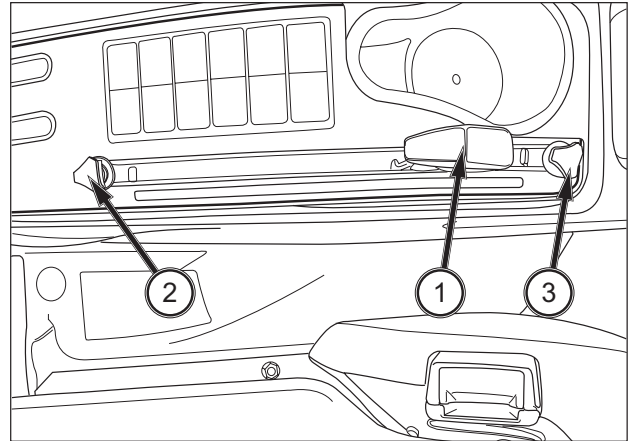

ABB. 59
**ABB. 59:** Der Positionswahlhebel hält die Höhe der Anbauvorrichtung in Relation zum Traktor konstant. Durch Zurückziehen des Positionswahlhebels (1) werden die Anbauvorrichtung und das Anbaugerät angehoben. Durch Vorwärtsschieben des Hebels wird die Anbauvorrichtung abgesenkt. Jede Stellung des Hebels bewirkt eine bestimmte Position von Anbauvorrichtung und -gerät. Der vordere Anschlag des Hebels (2) kann so eingestellt werden, dass der Positionswahlhebel in der Arbeitsposition für das Anbaugerät stoppt. Auf diese Weise kann das Anbaugerät nach dem Anheben des Hubwerks für Kurvenfahrten, Transporte usw. wieder in die Ausgangsposition gebracht werden. Der hintere Anschlag des Hebels (3) kann so eingestellt werden, dass beim Anheben eine bestimmte Höhe nicht überschritten werden kann.